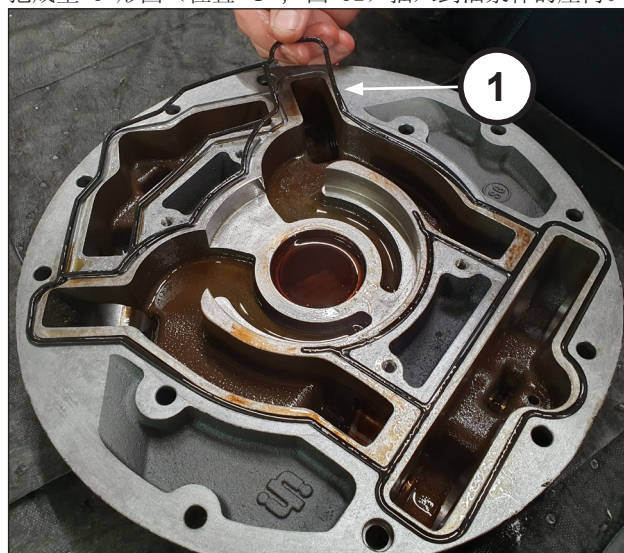

图 92
把成型 O 形圈(位置 ①, 图 92)插入到油泵体的座内。